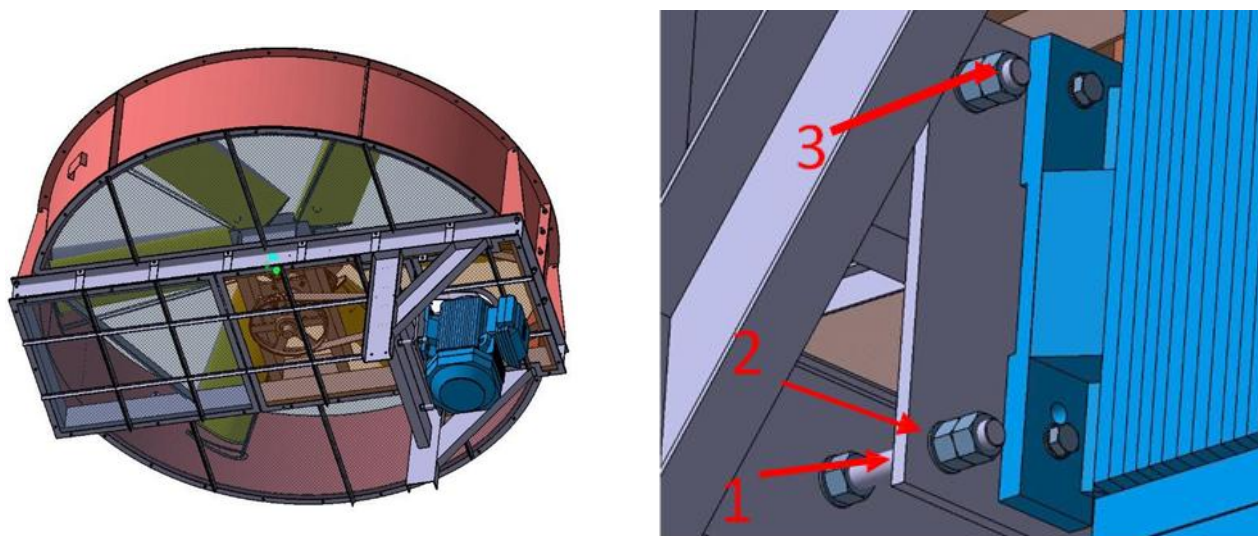

Рисунок 5-3: Регулировка натяжения ремня вентиляторов модели TFF-01
1. Ослабьте затяжку контргаяк (1 и 3, Рисунок 5-3) на четырех сторона пластины основания двигателя.
2. Изменяя затяжку гаек (2), сдвиньте два узла шкивов ближе или дальше друг от друга, уменьшая или увеличивая натяжение ремня соответственно.